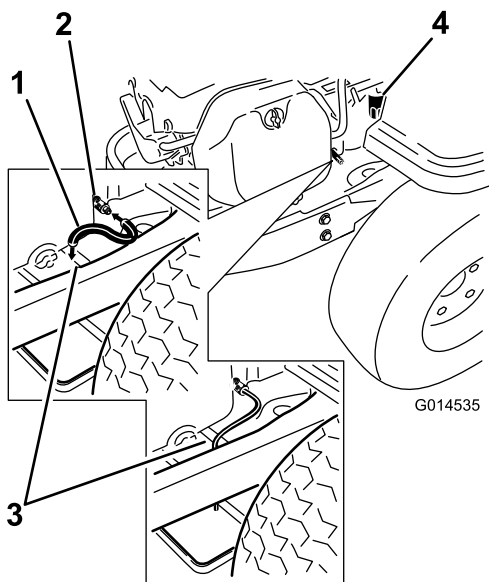

Figure 31
5. Nettoyez la surface autour du robinet de vidange sur le châssis de la machine. Trouvez le flexible de vidange d'huile et branchez-le au robinet de vidange (Figure 31).
- Placez l'autre extrémité du flexible de vidange par-dessus l'extrémité du châssis (Figure 31).